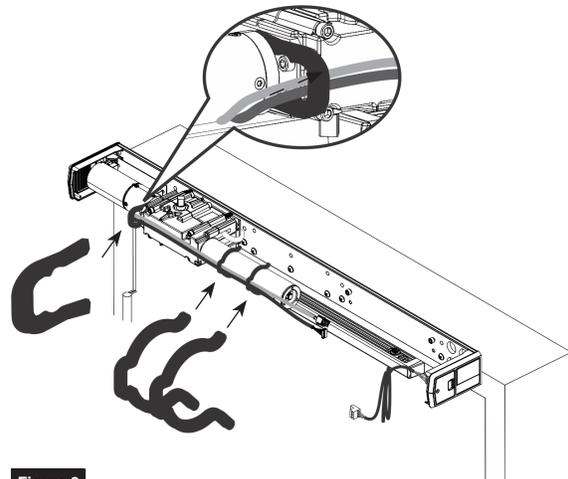

Figure 9
2. À l'aide des trois (3) étriers de serrage de câbles fournis, fixer les câbles le long du boîtier du ferme-porte. (Figure 9)